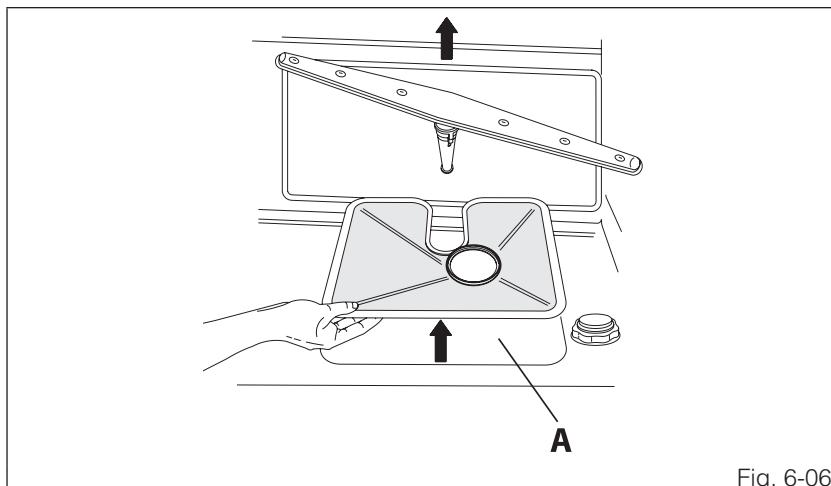

Fig. 6-06
- Il faut contrôler qu'il n'y a pas de résidus alimentaires sur le filtre **lorsqu'on le retire**. Ces résidus, en tombant dans la vidange (réf. A fig. 6-06) pourraient bloquer certains composants hydrauliques ou obstruer les orifices des bras de lavage.